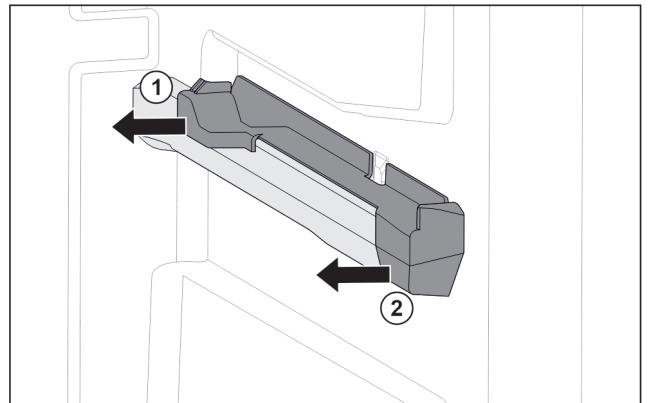

Fig. 97 Élément emboîtable sur la nervure de récipient droite
- ▶ Le retirer sur le côté par l'arrière. Fig. 97 (1)
- ▶ Le retirer sur le côté par l'avant. Fig. 97 (2)